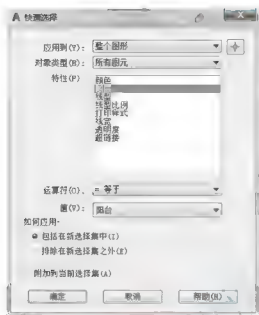

图 6.56 设置【快速选择】对话框
- (1) 将世界坐标系设置为当前坐标系。
- (2) 执行菜单栏中的【工具】|【快速选择】命令。
- (3) 按照图 6.56 所示设定【快速选择】对话框。